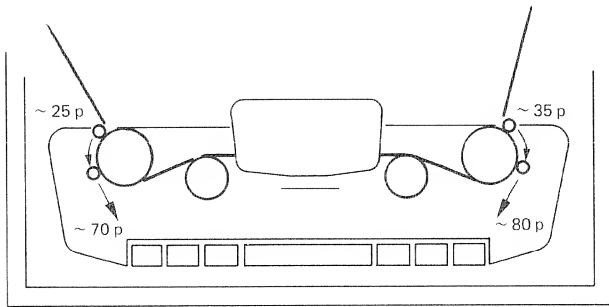

Fig. 4.1.—7
The pinch roller must be removed from the pressure arm. Move the plunger of the solenoid ⑥ by hand. Measure the clearance between the capstan motor shaft and the pressure arm shaft (fig. 4.1.-6). This clearance must be adjusted to 15 mm (+ 0.4/-0 mm), by means of spacers between the solenoid ⑥ and its mounting bracket.
Die Gummi-Rolle muss vom Andruckarm entfernt werden. Den CUE-Magneten ⑦ von Hand betätigen. Zwischen Tonmotorachse und Andruckarmachse muss der Abstand a (Fig. 4.1.-6) auf 20 mm (+0,4/–0 mm) eingestellt werden, mittels Distanzplättchen unter dem CUE-Magneten ⑦.